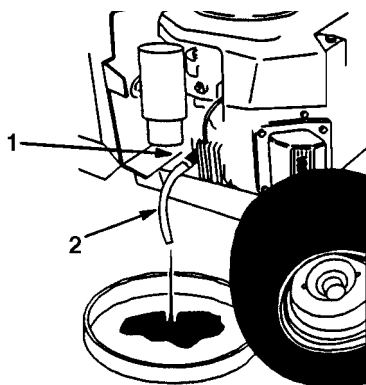

Fig. 21
5. Posate una bacinella sotto il tappo di spurgo ed aprite il tappo girandolo in senso antiorario per $\frac{1}{8}$ di giro, quindi estraetelo (Fig. 21).